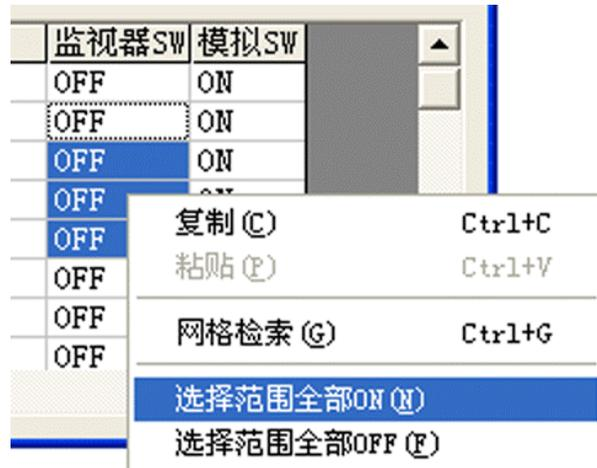

图 7-16 选择范围全部 ON
如图 7-16 所示，在选择想要设定项目（监视器 SW 或者模拟 SW）的 I/O 编号之后，再选 [选择范围全部 ON (N)]。如图 7-16 所示，若通过右击显示内容菜单选择指令，更为便利。